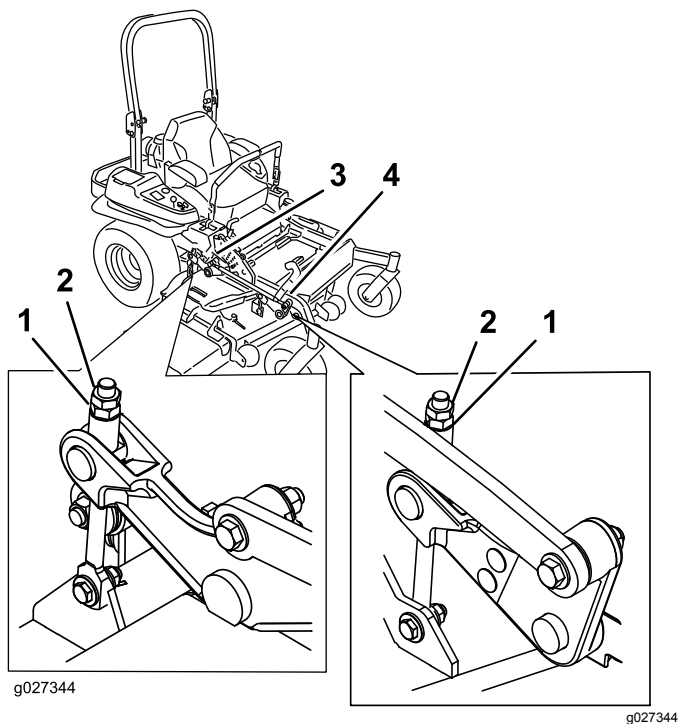

**Figura 94**
9. Em ambos os lados da plataforma, meça do nível da superfície até à ponta dianteira da lâmina (Posição A) como se mostra na Figura 94.
16. Em ambos os lados da plataforma, meça do nível da superfície até à ponta traseira da lâmina (Posição B) como se mostra na Figura 94.